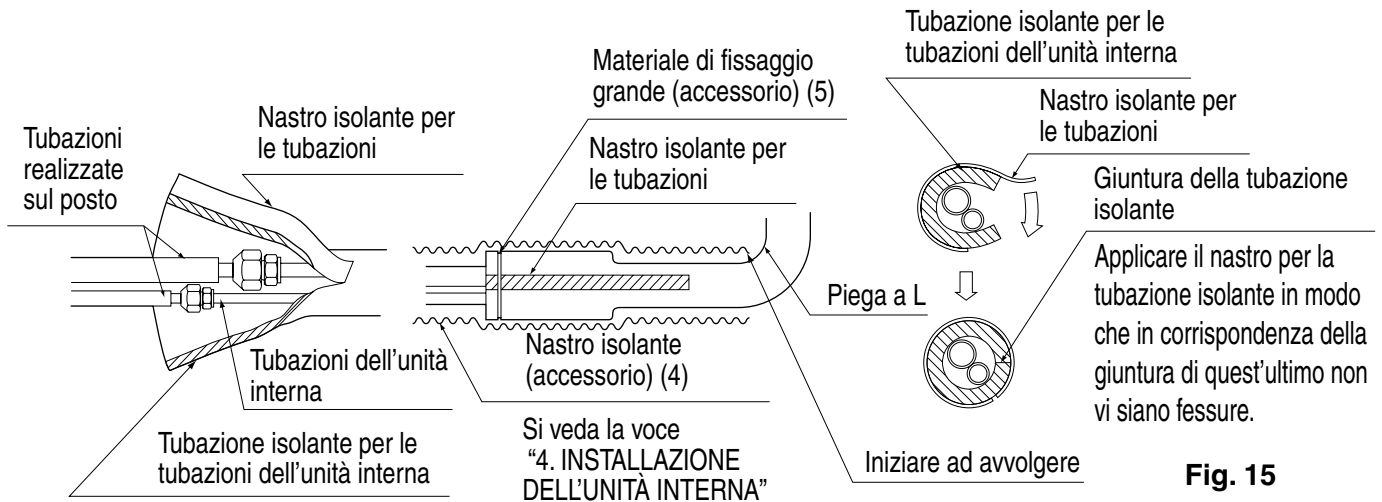

**Fig. 14**
- Se si effettuano operazioni di brasatura durante l'introduzione dell'azoto nelle tubazioni, la pressione dell'azoto deve essere regolata sul valore di 0,02 MPa mediante una valvola di riduzione della pressione. **(Fare riferimento alla Fig. 14)**